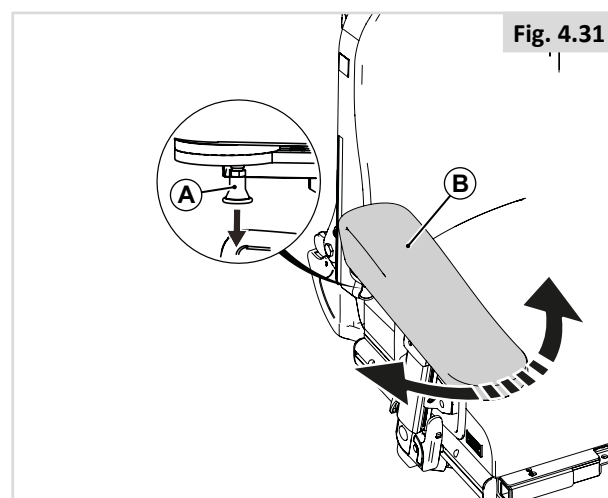

Fig. 4.31
4.9 Apoio para o braço com hemiplegia (Fig. 4.31)